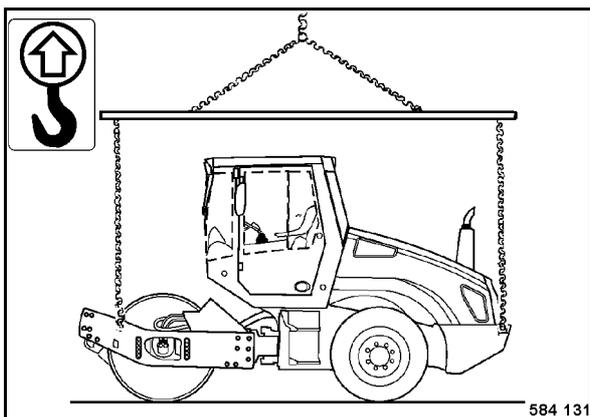

Рис. 121
- Для подъема использовать четыре подъемные ушки (Рис. 121) и подходящее погрузочное приспособление.